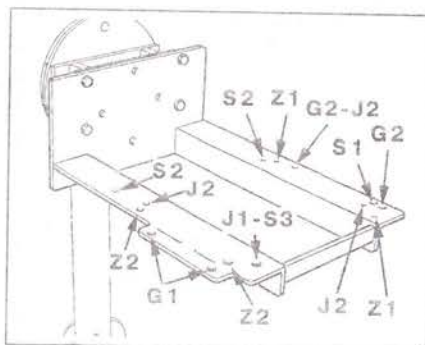

Рис. 5.37. Закрепите коробку передач на кронштейне В. Vi. 1417, используя отверстия № G2 и Z2.
3. Закрепите коробку передач на кронштейне В. Vi. 1417, используя отверстия № G2 и Z2 (рис. 5.37).